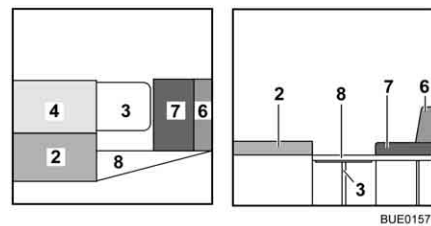

Bild 159 Während des Umbaus
- Das Rückenpolster (Bild 159,4) neben das Sitzpolster (Bild 159,2) legen.
- Die Stütze der Bettverbreiterung (Bild 159,8) aufklappen und die Bettverbreiterung in die Aufnahmen an den Sitztrühen einhängen.